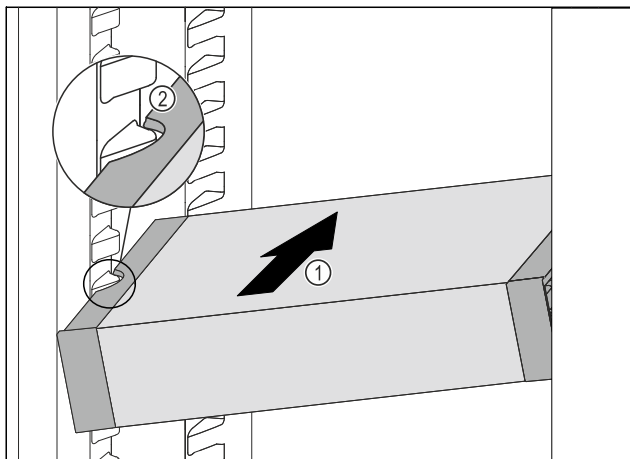

Fig. 122
- Вкарайте VarioSafe под ъгъл в хладилната част Fig. 122 (1), докато страничните прорези Fig. 122 (2) на VarioSafe се намират на височината на ребро на съда в хладилната част.